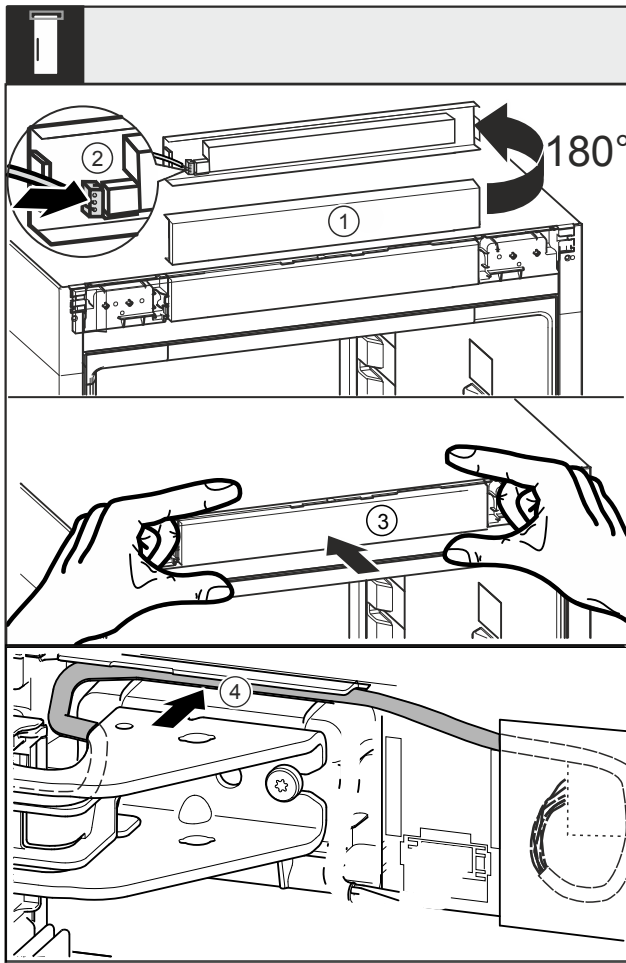

Fig. 46
- ▶ Поверніть панель Fig. 46 (1) на 180° вгору.
- ▶ Зафіксуйте штекер Fig. 46 (2) на невеликій панелі керування.
- ▶ Знову зафіксуйте панель Fig. 46 (3) на пристрої.
- ▶ Обережно розташуйте кабель у напрямляючій Fig. 46 (4) над верхнім опорним кронштейном.